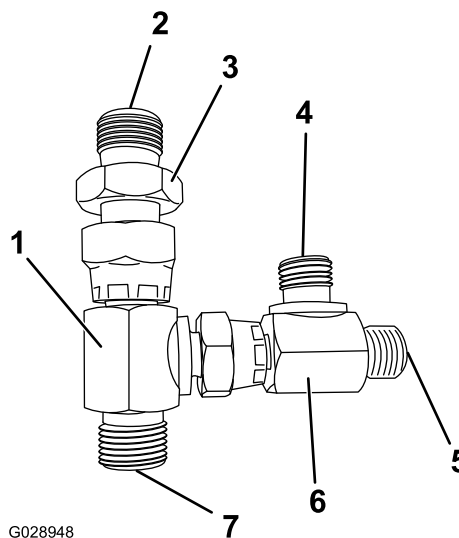

Figura 4
- Ensamble el conjunto del acoplamiento en T trasero (Figura 4).
8. Conecte la manguera de 3/8" del acoplamiento en T delantero a la parte inferior del conjunto de acoplamiento en T trasero (Figura 4).
9. Conecte el extremo de la manguera de 1/4" de la unidad de corte trasera central al conjunto de acoplamiento en T trasero (Figura 4).
10. Conecte el extremo de la manguera nueva de 1/4" de la unidad de corte trasera derecha al conjunto de acoplamiento en T trasero (Figura 4).
11. Conecte el extremo recto de la manguera nueva de 3/8" a la parte superior del acoplamiento en T trasero (Figura 4).